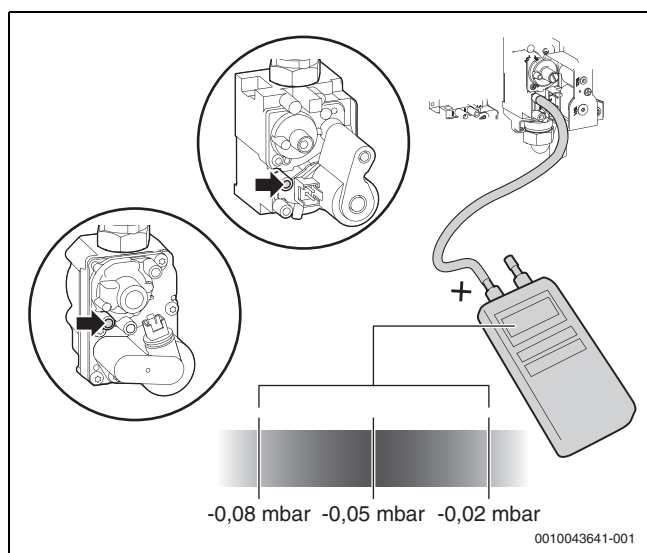

Fig. 35 Medir la presión diferencial
- ▶ Abrir el tornillo de medición para la presión diferencial de la válvula de gas (→ fig. 35).
- ▶ Medir la presión diferencial de la válvula de gas (→ fig. 35). La óptima presión diferencial es de -0,05 mbar.